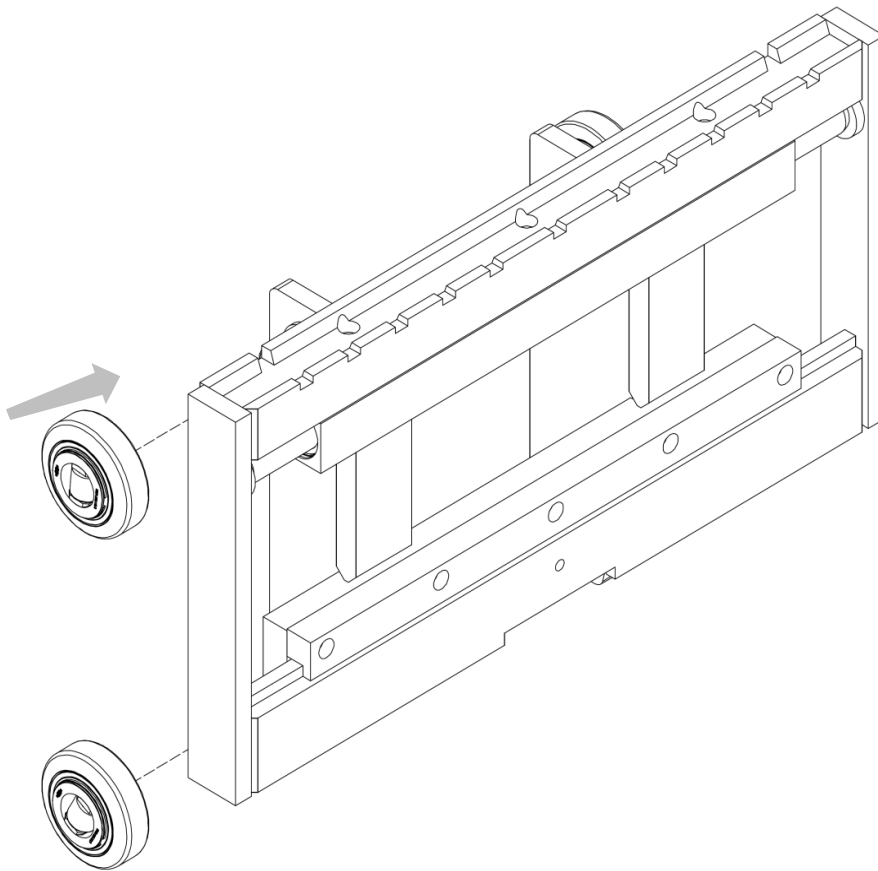

Abbildung 9
4. Koppeln Sie die Mastrollen mit den Rollenbolzen an den ausgeführten Seitenwangen (siehe *Abbildung 9*; in diesem und den folgenden Bildern sind angegebene Lager, Seitenwangen und Hubmasten rein indikativ, mit dem einzigen Ziel, den richtigen Einbau des Geräts aufzuzeigen).